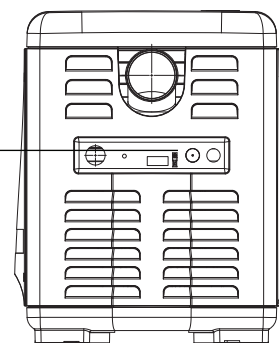

Figure 31.
1. Retirer les écrous à ailettes aux quatre coins du panneau supérieur pour l'enlever. Lever le panneau supérieur pour l'enlever. **Voir la figure 31.**